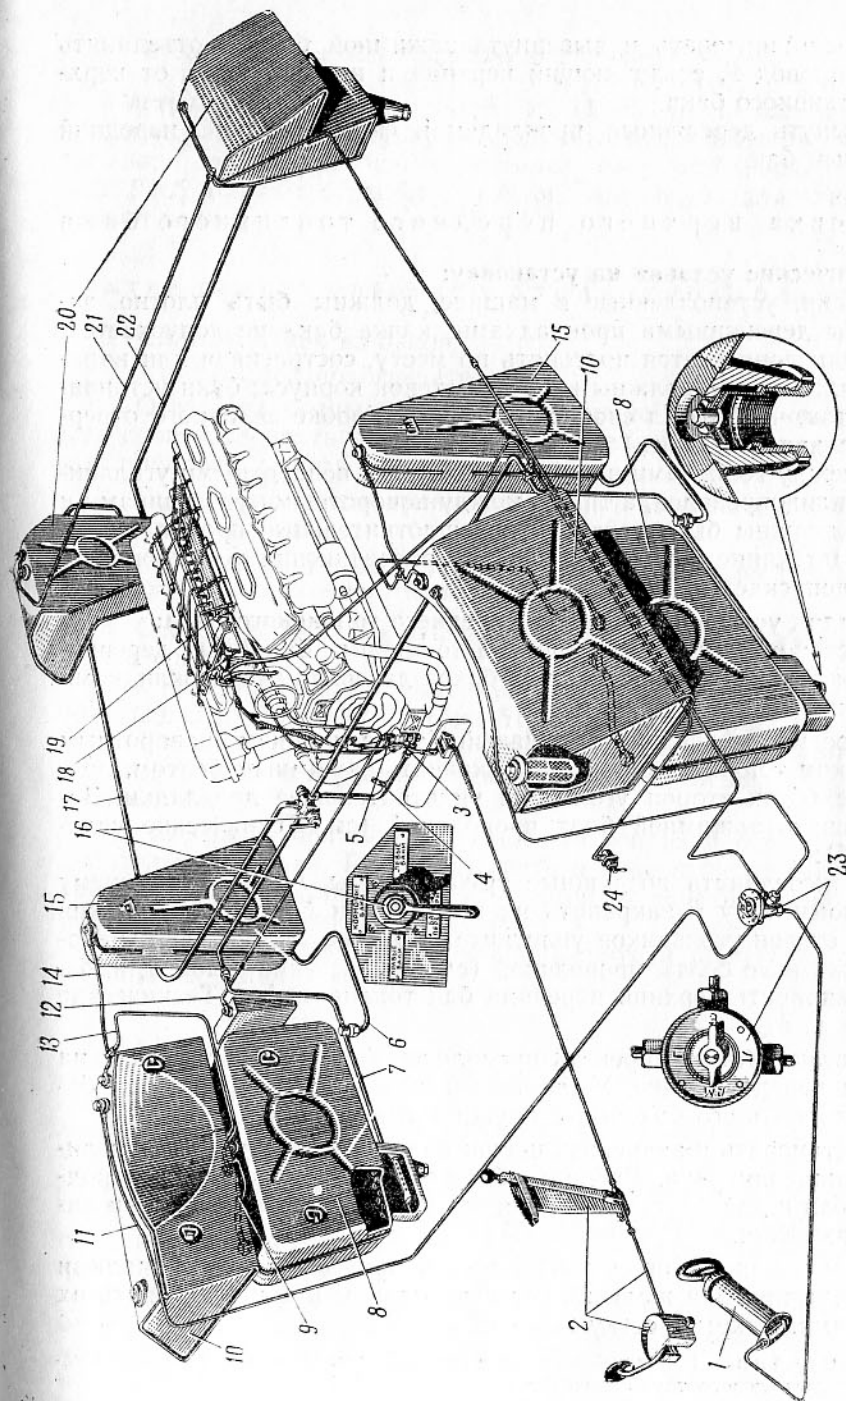

Рис. 51. Система питания топливом:
6. Расшпильковать и вывернуть зажимные болты и отъединить воздушные трубопроводы 11, 13 (рис. 51) от верхнего топливного бака 10.
6. Расшплинтовать и вывернуть зажимной болт и отъединить воздушный трубопровод 13 (рис. 51) от нижнего топливного бака 8.